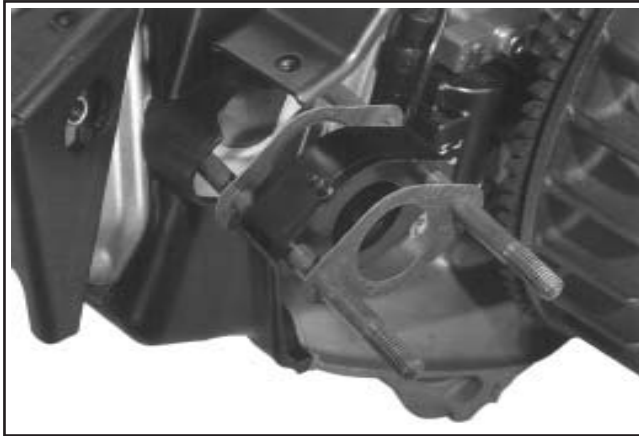

Figure 11-100. Entretoise de carburateur et joints.
1. Installer un nouveau joint d'entretoise du carburateur sur les goujons du carburateur, suivi de l'entretoise du carburateur et d'un autre joint d'entretoise. Voir la figure 11-100.